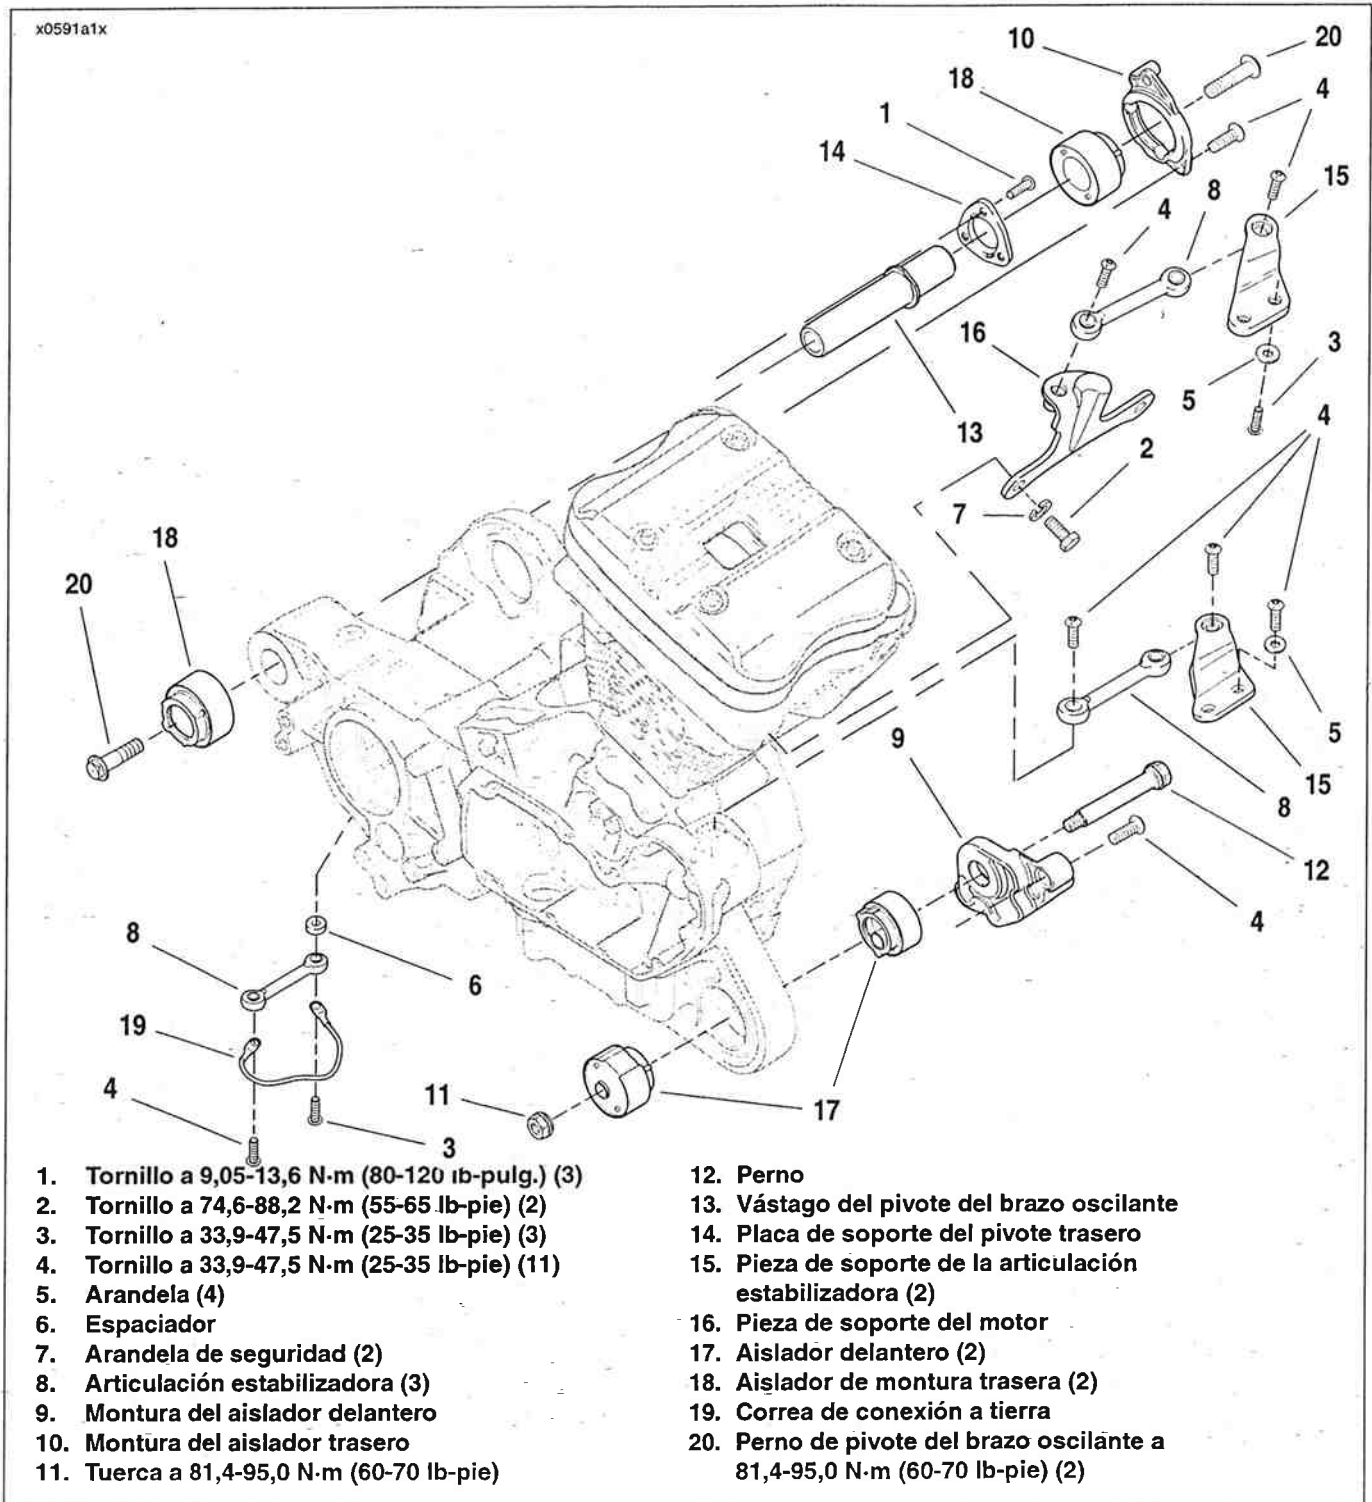

Figura 1-64. Conjuntos del soporte del motor
1. Vea la Figura 1-64. Compruebe si hay grietas o rasgaduras en el caucho del aislador del soporte del motor (17, 18).
2. Compruebe para detectar desgaste en las articulaciones del estabilizador (8).